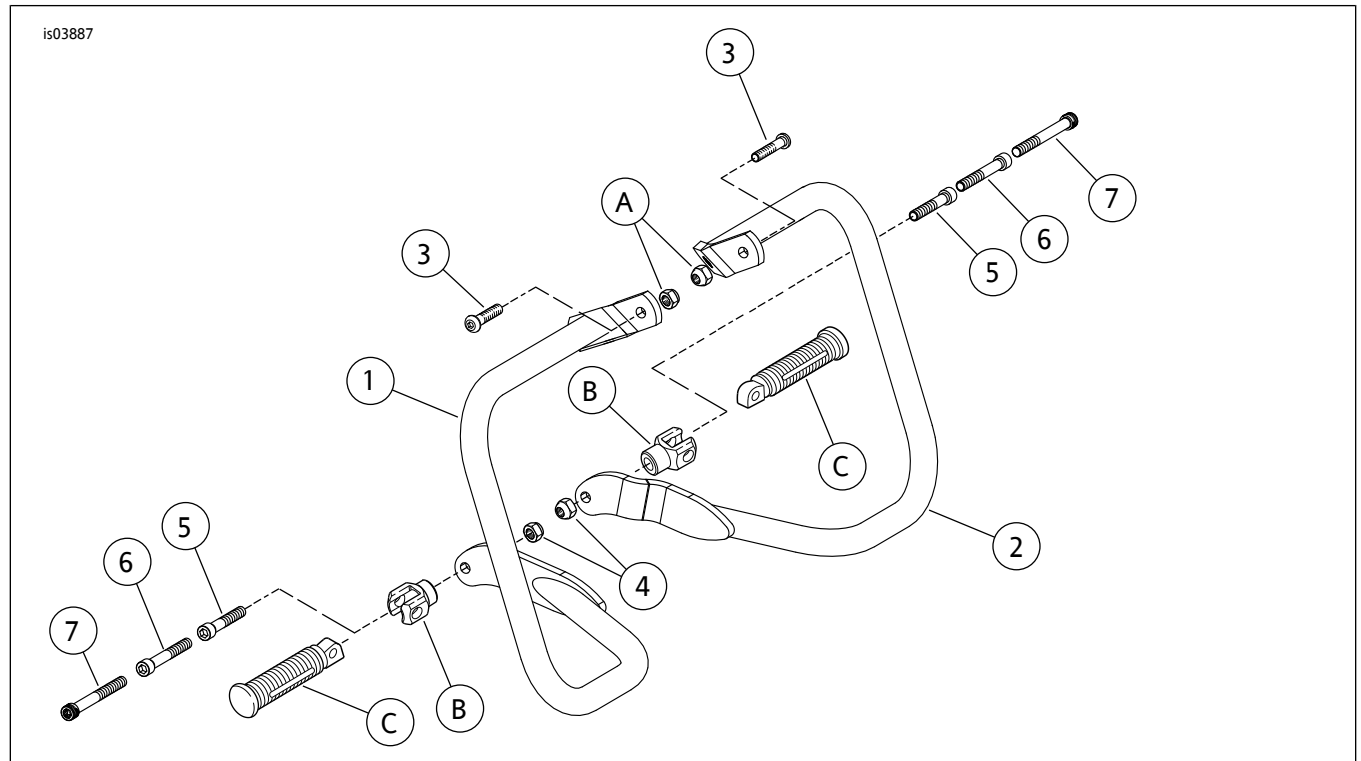

图3。维修零件：软尾边箱后护罩
参见图3和表1。
6. 参见图3。确定您的车型应用并遵循以下相应安装程序：对于具有乘客脚踏但不带边箱重新定位支架的车型：通过脚踏支架（B）安装3/8-16x2-3/4英寸凹头盖螺丝（6）（对于2007年款及之后的FLSTC车型，使用套件中的3-1/2英寸长度凹头盖螺丝（7））。将支架安装至车架。拧紧支架螺栓至47-61牛米（35-45英尺磅）。在车架横梁内表面凸起螺栓上安装下部边箱护罩凸缘。在螺栓端头安装3/8-16锁紧螺母。拧紧至47-61牛米（35-45英尺磅）。遵循维修手册中的说明安装脚踏（C）。对于具有乘客脚踏和边箱重新定位支架的车型：通过脚踏支架安装3/8-16x2-3/4英寸凹头盖螺丝（6）（对于2007年款及之后的FLSTC车型，使用套件中的3-1/2英寸长度凹头盖螺丝（7））。将支架安装至车架。拧紧支架螺栓至47-61牛米（35-45英尺磅）。在螺栓上定位边箱重新定位支架。在车架横梁内表面凸起螺栓上安装下部边箱护罩凸缘。在螺栓端头安装3/8-16锁紧螺母。拧紧螺母至47-61牛米（35-45英尺磅）。遵循维修手册中的说明安装脚踏（C）。对于具有乘客脚踏板并且带有或不带工具箱的车型：通过乘客脚踏板底架和工具箱支架（如配备）安装3/8-16x2-1/4英寸凹头盖螺丝（5）。拧紧脚踏板安装螺栓至47-61牛米（35-45英尺磅）。在螺栓上定位边箱重新定位支架。在车架横梁内表面凸起螺栓上安装下部边箱护罩凸缘。在螺栓端头安装3/8-16锁紧螺母（4）。拧紧螺母至47-61牛米（35-45英尺磅）。对于具有乘客脚踏和工具箱的车型：从摩托车内侧通过边箱护罩底部凸缘上的孔和边箱重新定位支架将3/8-16x2-1/4英寸凹头盖螺丝（5）安装至摩托车车架横梁上。拧紧螺栓至47-61牛米（35-45英尺磅）。将乘客脚踏隔块安装至螺栓端头。拧紧脚踏隔块至47-61牛米（35-45英尺磅）。将乘客脚踏支架安装至脚踏隔块端头。拧紧至47-61牛米（35-45英尺磅）。遵循维修手册中的说明安装脚踏（C）。